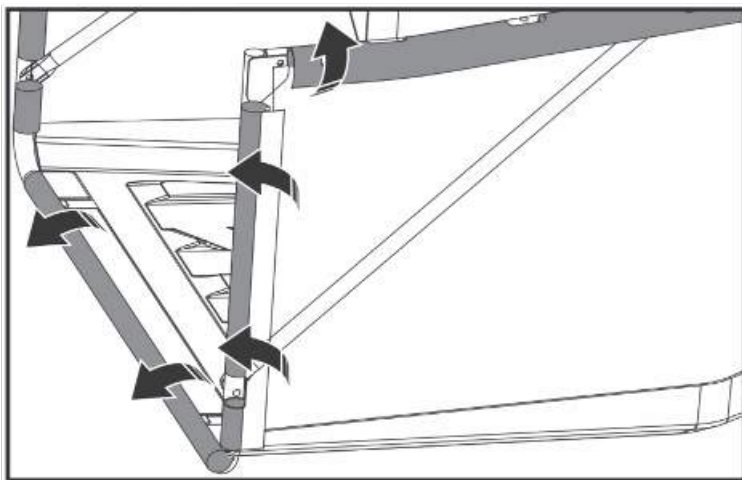

Рис. 16
- Прикрепите резиновые трубчатые элементы крепления мешка травосборника на каркас (Рис. 16).